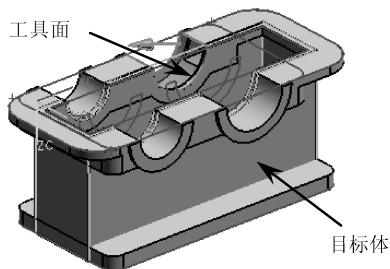

图 4-103 修剪主实体特征
- 11 使用【修剪体】工具，选择以主实体特征作为目标体、圆环体内表面作为工具面进行修剪。由于圆环体的内表面被分割成4部分，因此连续4次执行【修剪体】操作才能全部修剪完成，最终结果如图4-103所示。